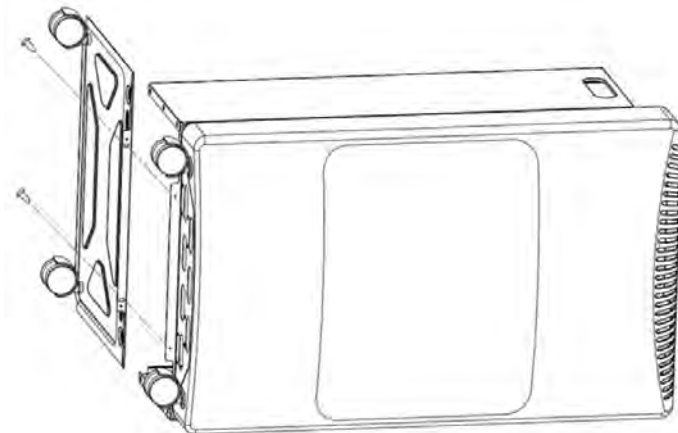

Рисунок 3
3. Присоедините нижнюю панель ко дну лицевой панели с помощью 2 винтов 4*8 мм (см. рисунок 3)